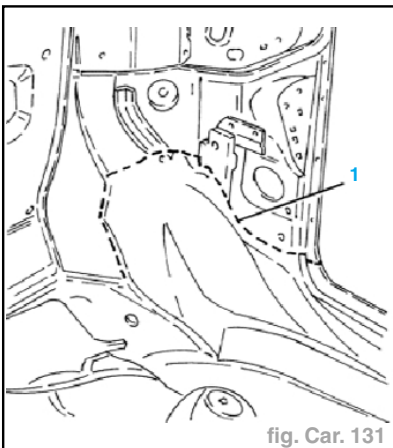

fig. Car. 131
- Effectuer une découpe sur le flanc du côté de l'habitacle (1) (fig. Car. 131).